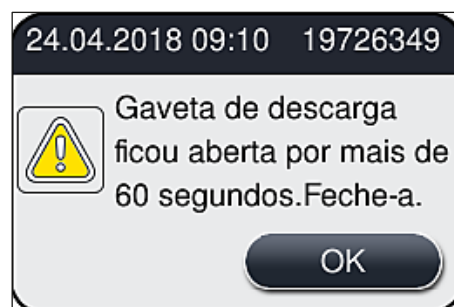

Fig. 77
- O usuário recebe uma mensagem de informações (→ Fig. 77) se a gaveta de descarga for aberta por mais de 60 segundos.